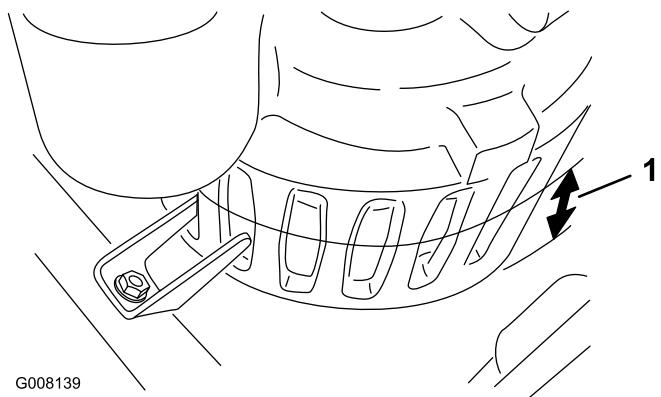

Figura 8
1. Mida la profundidad del agua en la parte más honda del búnker. Si la profundidad del agua es de menos de 63,5 mm (hasta la mitad de las ranuras de la bomba), excave un hoyo de 30,5 cm x 30,5 cm x 5-7,6 cm de profundidad para la bomba (Figura 8).